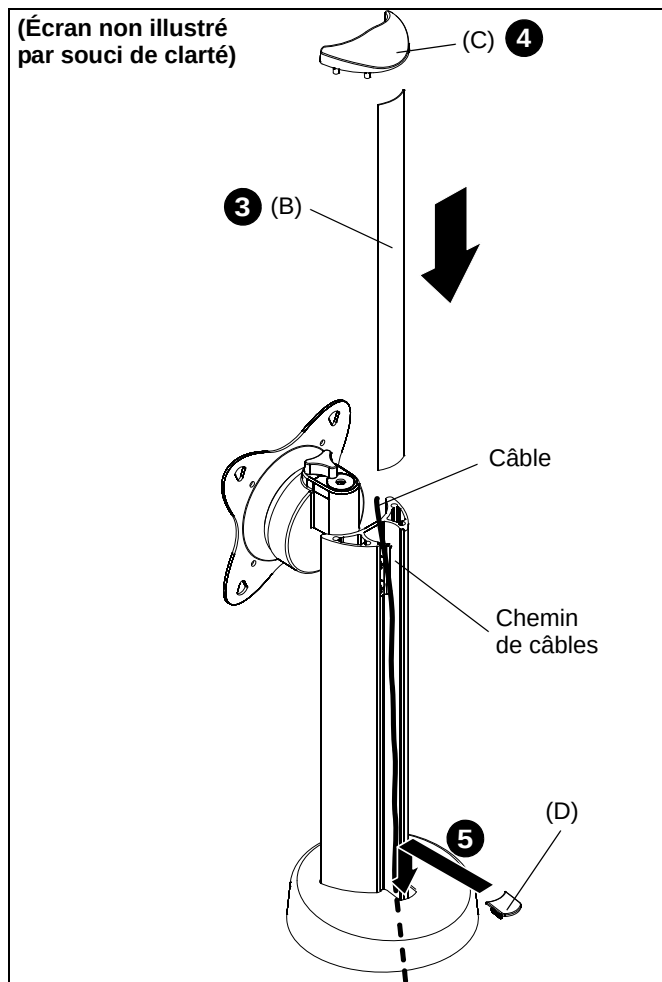

Figure 6
3. Installez le couvre-fils (B) au dos du STS1 en le faisant glisser à l'intérieur de celui-ci à partir du haut. (Voir Figure 6)
4. Installez le couvercle protecteur (C) sur le dessus du STS1. (Voir Figure 6)
5. Fixer le cache de protection des câbles (D) à la base du STS1. (Voir Figure 6)